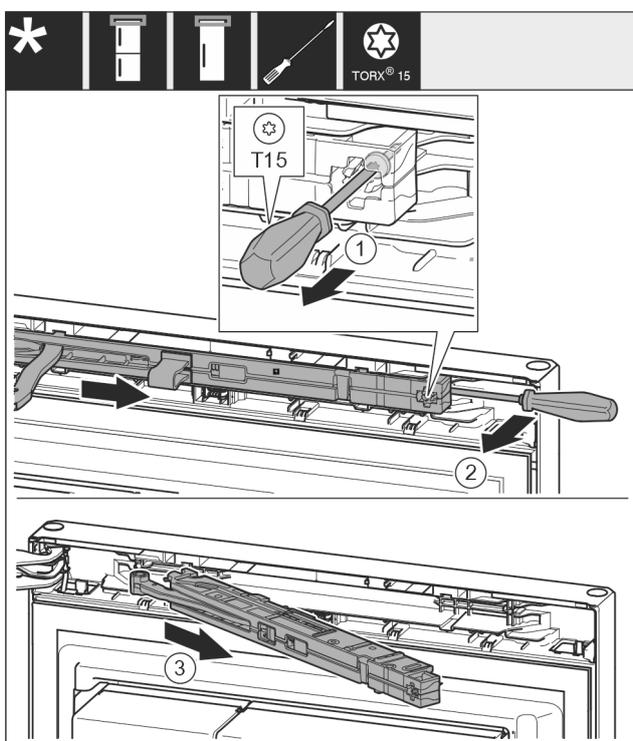

Fig. 11
- ▶ Ослабьте винт Fig. 11 (1) на узле амортизатора закрывания двери с помощью отвертки на 14 мм.
- ▶ При помощи отвертки отведите узел амортизатора закрывания двери Fig. 11 (2) со стороны ручки вперед.
- ▶ Извлеките узел амортизатора закрывания двери Fig. 11 (3).